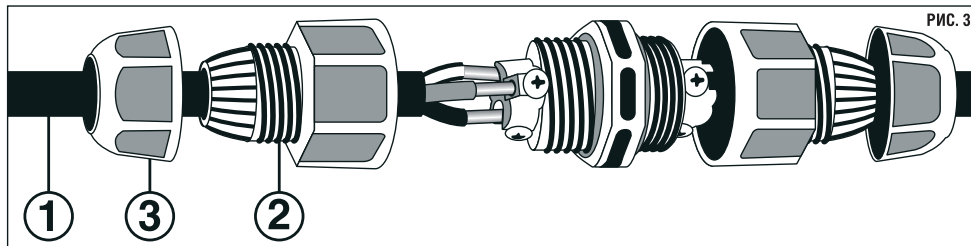

РИС. 3
3. Протяните сетевой кабель (1) через фиксирующую гайку (3) и гермоввод (2) как показано на схеме, затем подключите кабель (1) как показано на рис. 3.
4. Плотно зафиксируйте кабель при помощи фиксирующей гайки (3).
5. Убедитесь, что сетевой кабель (1) надежно закреплен в гермовводе и плотно соприкасается с уплотнительным кольцом.